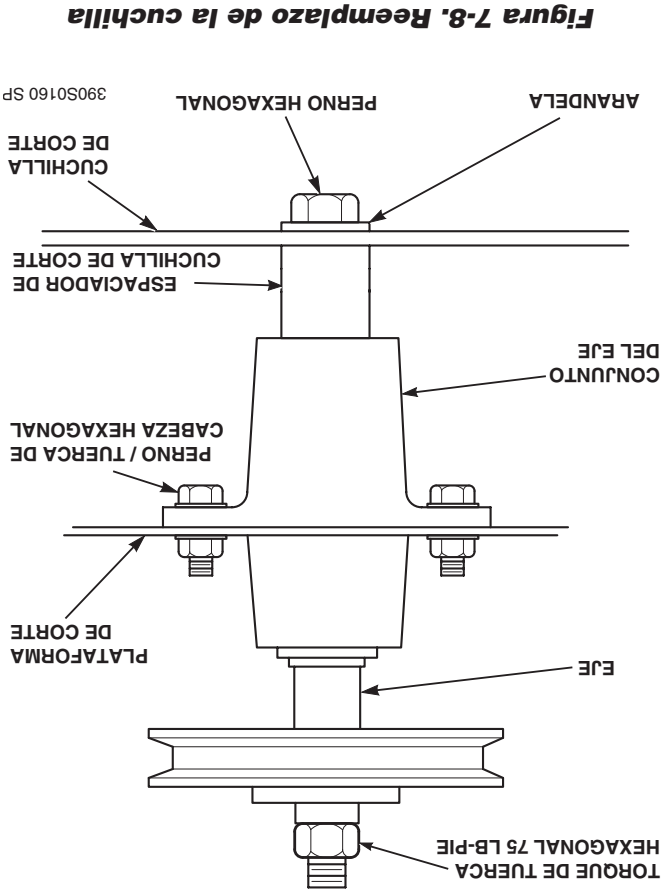

Figura 7-8. Reemplazo de la cuchilla
quite la tuerca del perno de fijación de la cuchilla. Quite la cuchilla de corte, el perno y el espaciador del eje. Vea la Figura 7-8.
6. Instale la tuerca hexagonal en el perno de la cuchilla en la parte superior del eje de corte. Evite el giro de las cuchillas con un apriete de 75 lbs-pie. Vea la Figura 7-8.